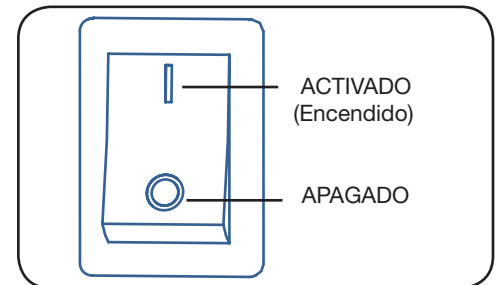

Figura 3-3
2. Si la cultivadora viene equipado con un control de parada de emergencia del motorm asegúrese de que el interruptor de control de parada de emergencia esté en la posición de Encendido ACTIVADA antes de intentar encender la cultivadora. Vea la Figura 3-3.
Mueva el interruptor de control de parada a la posición de APAGADO. Vea la Figura 3-3.